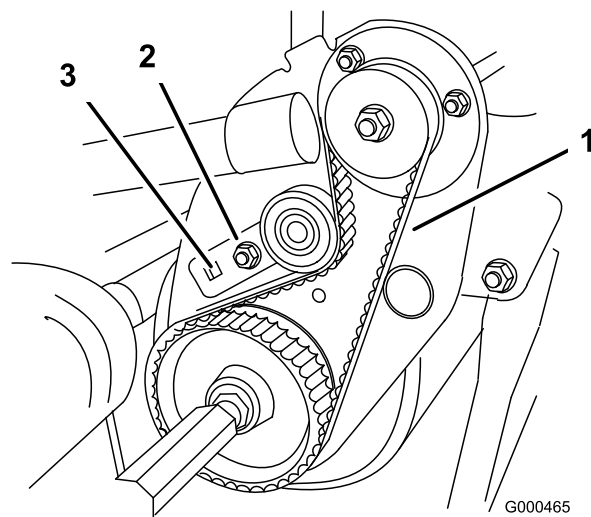

Figura 43
- B. Usando una llave dinamométrica de 3/8 pulgadas, gire el soporte de la polea tensora con una fuerza de 3,9–4,5 Nm para ajustar la tensión de la correa (Figura 43) Sin variar el ajuste de la llave dinamométrica, apriete el perno de montaje del soporte de la polea tensora (La arandela de bloqueo evita que se desplace la correa). No tense demasiado la correa.